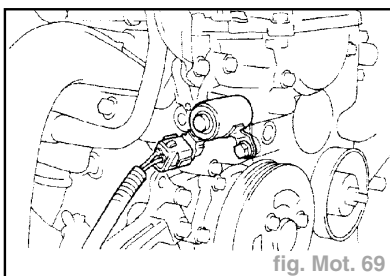

fig. Mot. 69
- Débrancher le connecteur et déposer le boulon et la soupape de distributeur d'huile (fig. Mot. 69).